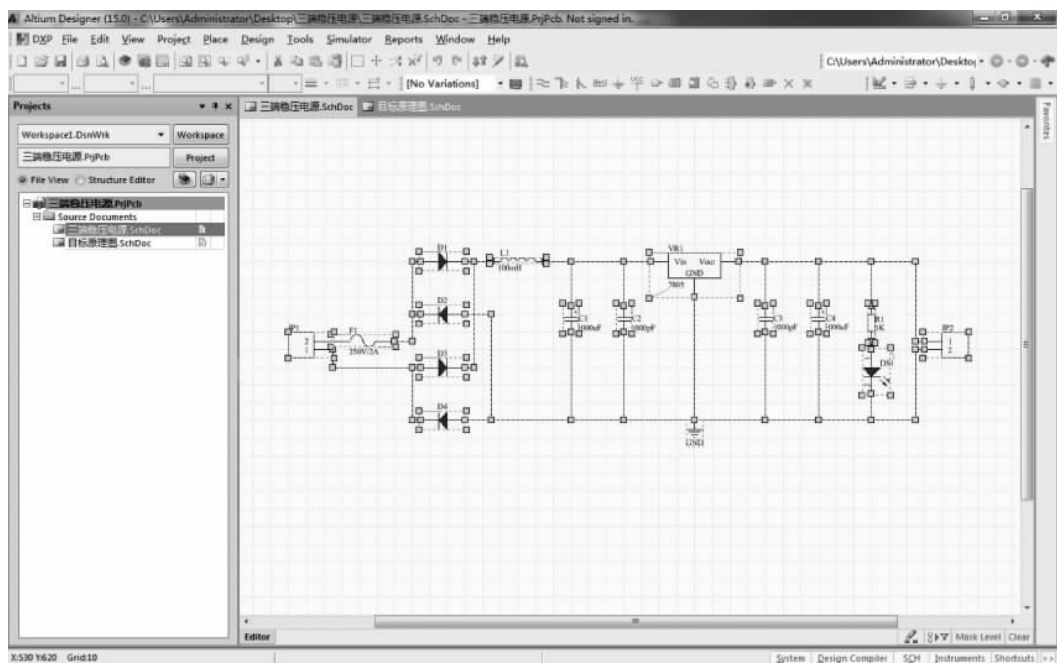
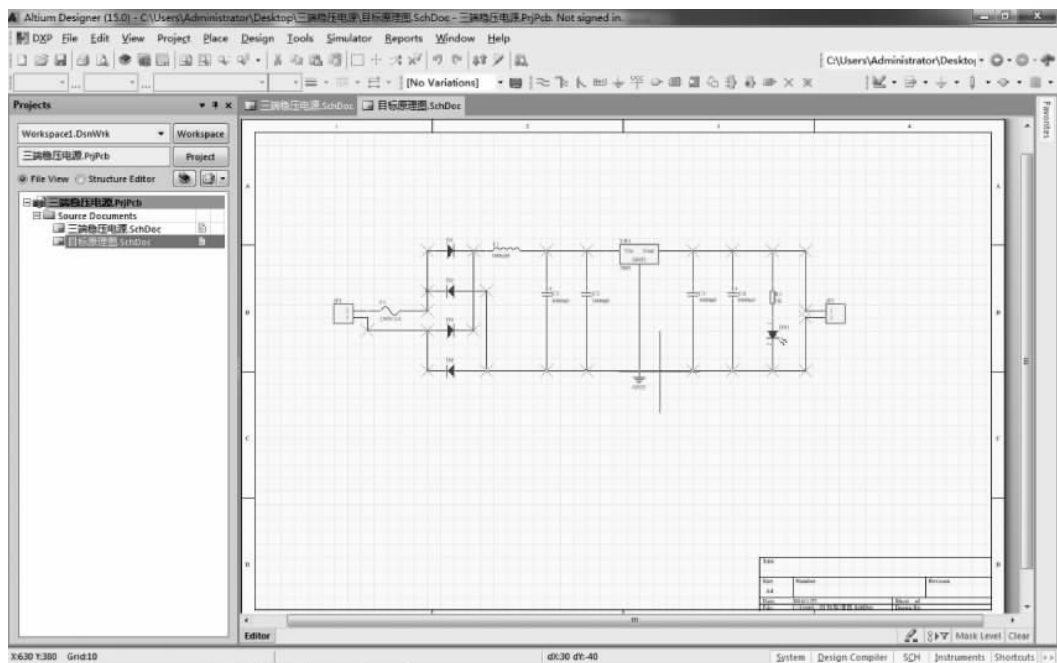

图 3-26 全部选中对象
图 3-27 原理图粘贴状态
(1) 打开三端稳压电源原理图文件,按住 Ctrl 键同时向上或向下滚动鼠标滚轮,将图纸调整到适当的大小。
(2) 按快捷键 Ctrl+A,将原理图上的所有对象全部选中,如图 3-26 所示。
(3) 右击,在快捷菜单中单击【Copy】命令,此时对象仍处于选中状态,复制内容被保存在 Windows 的剪贴板中。
(4) 打开目标原理图文件,右击,在快捷菜单中单击【Paste】命令,此时光标变成十字形状,并带有一个矩形框,框内有欲粘贴对象的虚影,如图 3-27 所示。